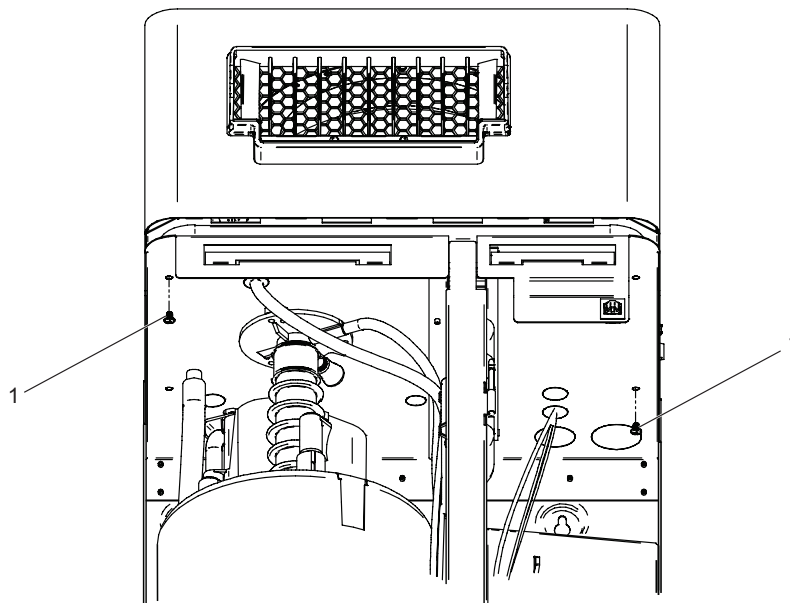

Bild 23: Befestigung der Befeuchtereinheit am Befeuchter
- Befestigen Sie das Ventilationsgerät am Befeuchter von unten mit zwei M4×6 mm-Schrauben (mitgeliefert). Siehe Bild 23 auf Seite 39.